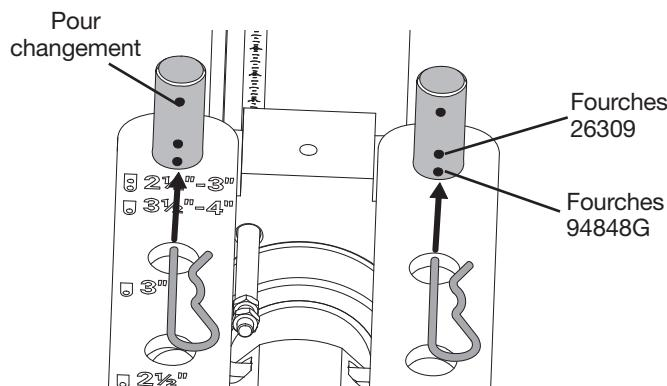

Figure 7
9. Tout en maintenant la tête de goupille d'attelage serrée contre la face de la fourche de connexion, insérer l'agrafe dans le trou le plus proche de la face opposée de la fourche de connexion. Recommencer pour la deuxième goupille. (Fig. 7)
Pour passer à d'autres groupes de sabots, retirer les agrafes pour goupille d'attelage du bloc-cylindres, si nécessaire, et les introduire dans le trou le plus à l'extérieur de la goupille d'attelage (Fig. 7). Soulever la fourche de connexion suffisamment pour permettre le passage de la barre de serrage.